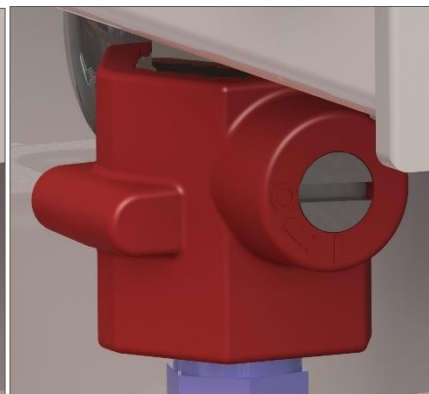

Bild 6.4.2: Kugelhahn zu
7. Schließen Sie nach dem Entleeren den Kugelhahn (Bild 6.4.2).